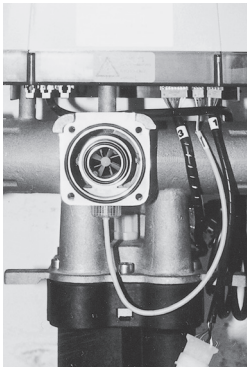

Abb. 6
- beiliegende O-Ringe in die Nuten des Y-Verteilers legen (Abb.6) und den **MULTISAFE** am Anschlußflansch montieren (Abb.3).